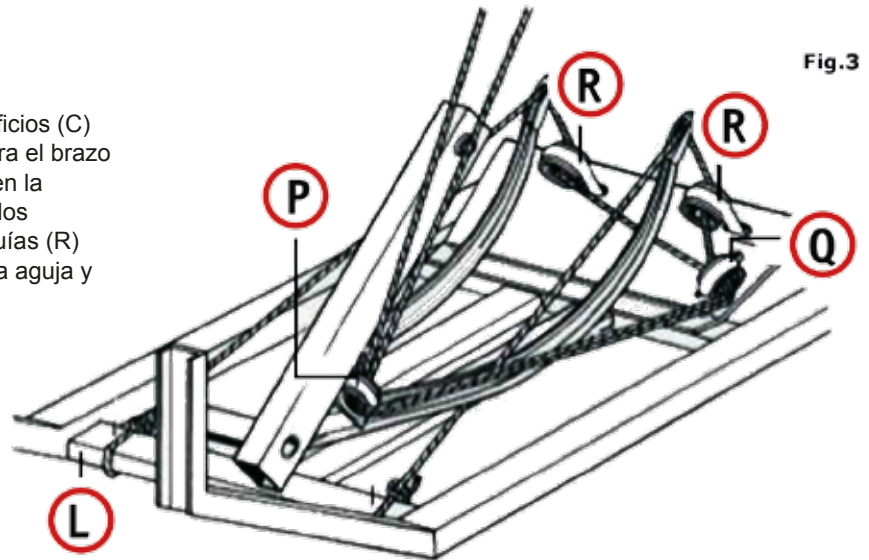

Fig.3
**4. COMO SE SUGIERE EN LA FIG. 3:**
Gire el disco en forma de estrella (C) manualmente hasta que la palanca del anudador se suelte (G). Gire el volante manualmente en sentido contrario a las manecillas del reloj para presionar las agujas hacia arriba para que el anudador agarre hilos y entonces siga girando hasta que las agujas se detengan. En este punto, suelte los hilos de la barra transversal inferior (L) (Fig. 3). La máquina está lista para empaçar.